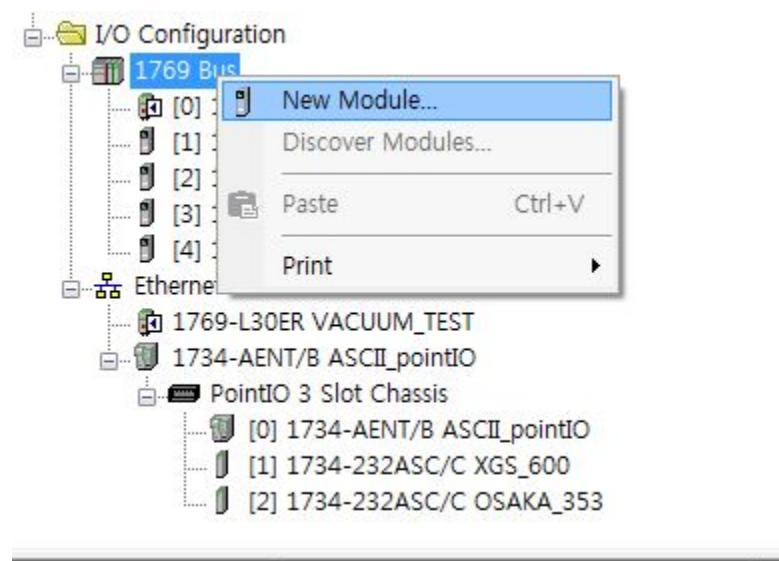

Figure 6 I/O configuration
- 1) RSLogix5000을 실행시키면 초기화면의 왼쪽 영역 하단부에 Figure 6과 같은 모듈 등록창이 생성된다.